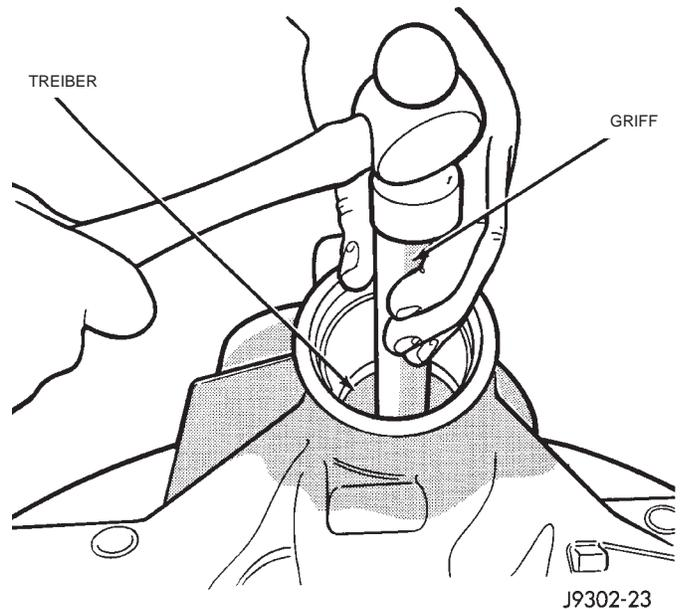

Abb. 37 Lagerschale des hinteren Lagers ausbauen
(10) Lagerschale des hinteren Lagers mit Werkzeug D-149 und Griff C-4171 aus dem Gehäuse ausbauen (Abb. 37).